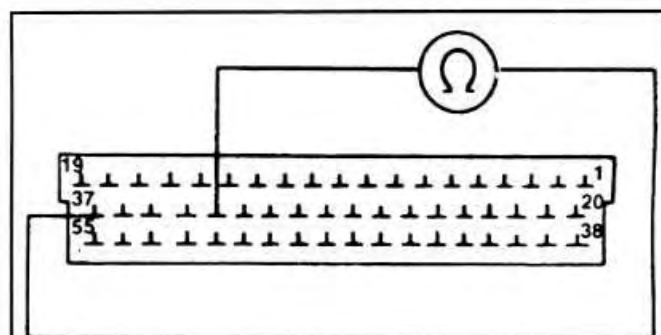

Рис. 3-21. Присоединение омметра к выводам отсоединенного от контроллера разъема при проверке сопротивления датчика положения педали управления подачей топлива
- Присоединить омметр к выводам «33» и «37» (рис. 3-21) кабельной части разъема и проверить сопротивление по омметру, которое должно быть 800 Ом.